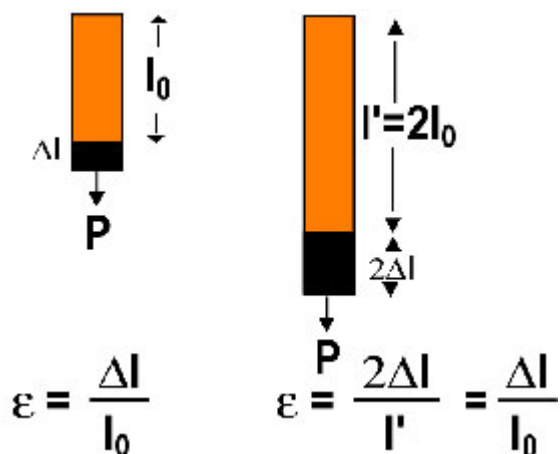

Fig. 6 - Applicando lo stesso carico P l'allungamento assoluto è maggiore nel provino più lungo (l') ma l'allungamento relativo ε è lo stesso.
L'importanza della **deformazione unitaria** (ε) apparirà più evidente se si applica lo stesso carico (P) a due provini dello stesso materiale con lunghezza originale diversa: l_0 e $2l_0$ (Fig. 6). L'allungamento assoluto è diverso (maggiore nel provino più lungo) ma l'allungamento relativo (ε) è lo stesso (a parità di sforzo e di materiale) indipendentemente dalla lunghezza originale (l_0 oppure $l' = 2l_0$).